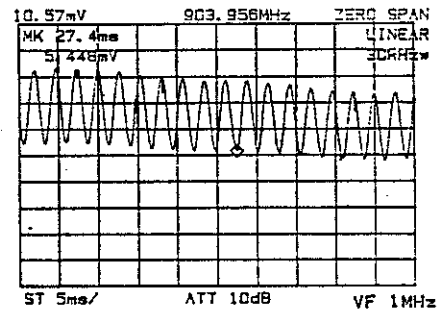

図 5-8 E_{min} の読み取り
- ⑮ マーカを波形の最低値に合わせ、そのレベル E_{min} を読みます (図 5-8)。